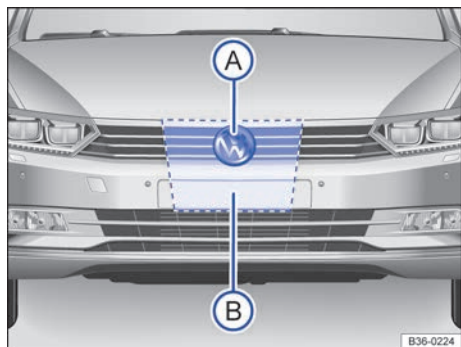

Fig. 173 En la parrilla del radiador, detrás del emblema de Volkswagen: sensor de radar (A) y zona que hay que dejar libre alrededor del sensor de radar (B).
En la parrilla del radiador, detrás del emblema de Volkswagen, va montado un sensor de radar → fig. 173 (A) para captar la situación del tráfico. Este sensor permite detectar vehículos que circulen por delante a una distancia de hasta 120 m aprox.